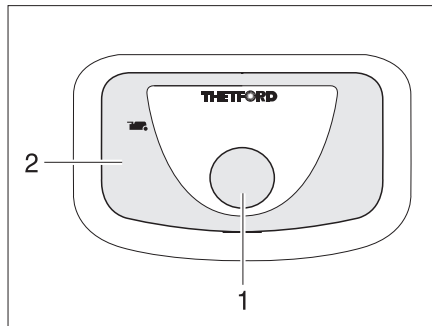

Fig. 273 Bouton pour la chasse d'eau/
- Pour actionner la chasse d'eau, appuyer sur le bouton bleu (Fig. 273,1).
Le voyant de contrôle (Fig. 273,2) s'allume lorsque la cassette Thetford doit être vidée.